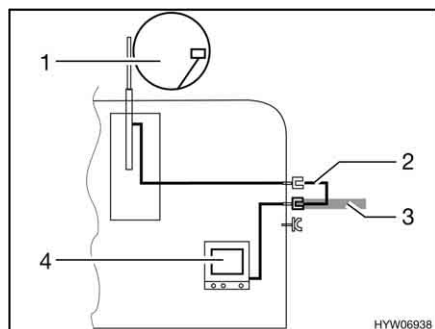

Fig. 112 TV nel veicolo
- TV nel veicolo (Fig. 112,4): Collegamento all'antenna del tetto (Fig. 112,1) con cavo di collegamento (Fig. 112,2)
- TV nel veicolo (Fig. 112,4): Collegamento a antenna esterna (Fig. 112,3)